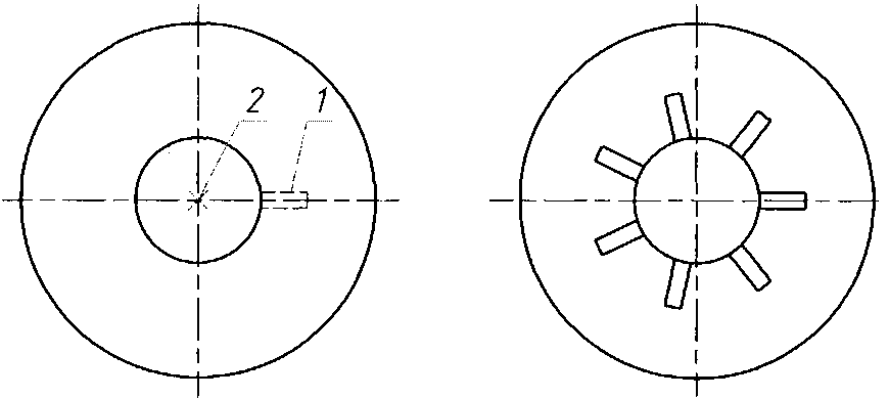

Рисунок 1.5
У вікні, що відкривається після запуску команди, вибирається перемикач Polar Array. Задається вихідний об'єкт (1) (рис. 1.5), кут заповнення — 360°, кількість об'єктів — 7, вказується центр кола кругового масиву (т.2).